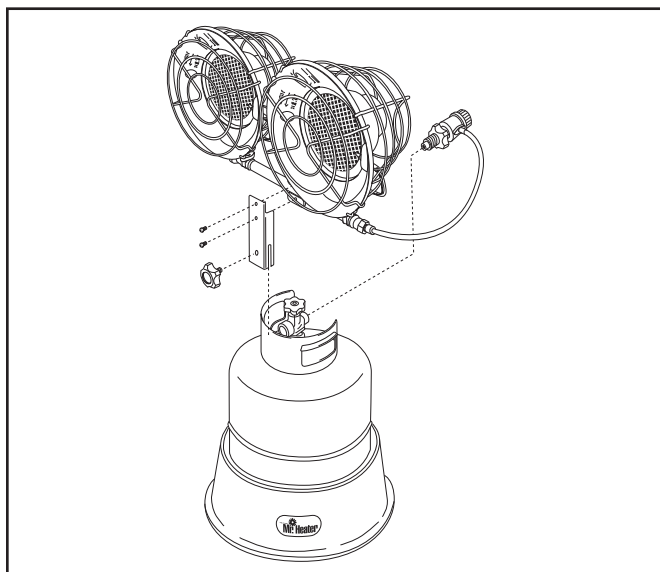

Figura 1.
- 5a. Modelo SRC30T con quemador doble (consulte la Figura 1).**